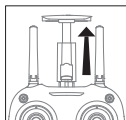
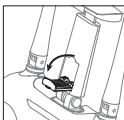

Figura 3
Figura 4
1. Sollevare la clip sul telefono cellulare (Figura 3). Immediatamente, aprire la clip (Figura 4), quindi tirare la clip nella posizione in cui si trova il telefono cellulare.